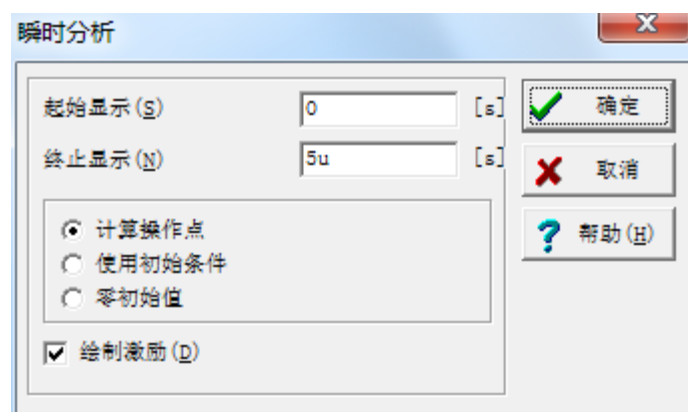

图 13 瞬态分析对话框
- 3) 将会出现图 13 所示的瞬态分析对话框。输入开始和结束时间，以及其它需要设置的其它参数。